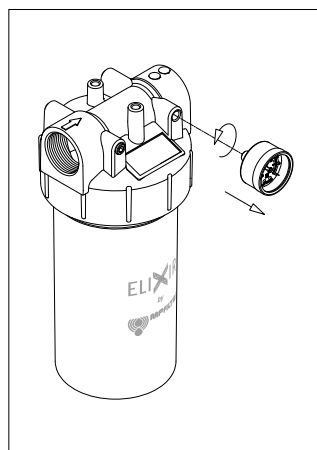

fig. 7
- (Fig. 7) Svitare l'indicatore (o il tappo) sulla linea OUT (aspirazione). Il flusso è indicato da una freccia presente sulla testata